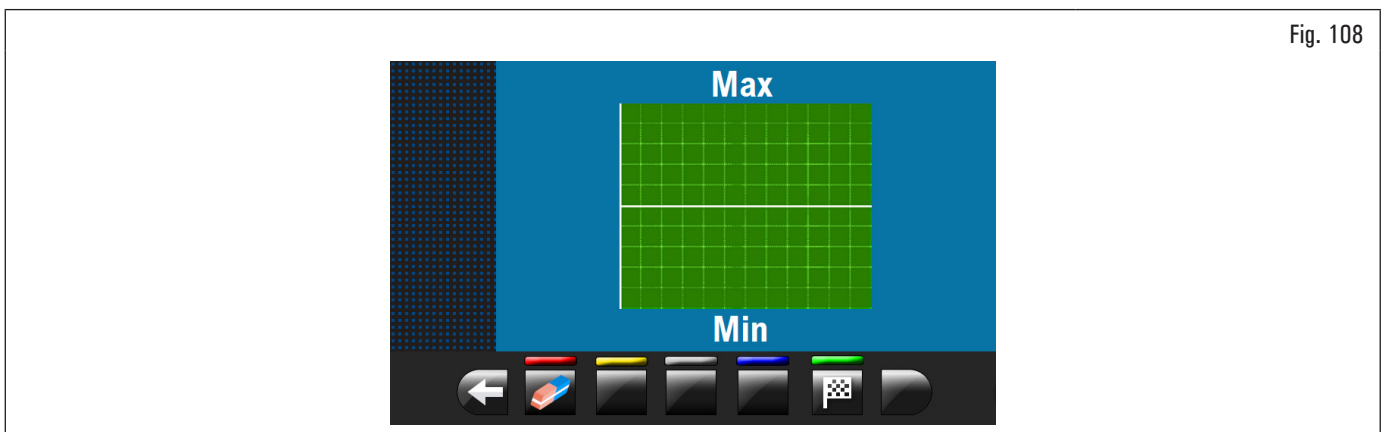

Fig. 108
2. sur l'écran apparaîtra la page-écran illustrée dans Fig. 108 ;